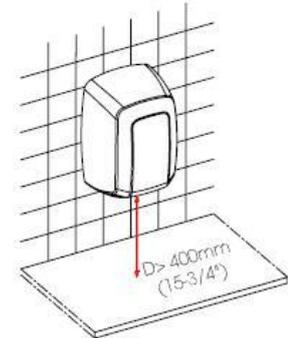

Abbildung 13
**HINWEIS:** Ein Mindestabstand von 400 mm (15,80") zu Fensterbänken, Marmorteilen oder Waschbecken muss berücksichtigt werden (Abb. 13) . Es müssen soweit wie möglich alle reflektierenden Oberflächen im Bereich des IR-Sensors des Handrockners vermieden werden.